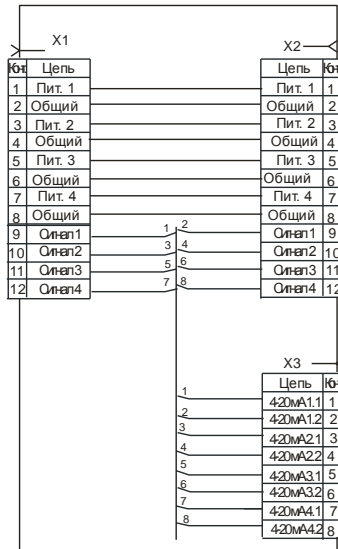

РИС. 1
1. Распределительная коробка РК-4 (далее РК-4) предназначена для вывода токового сигнала 4 – 20 мА. Одна РК-4 позволяет выводить токовые сигналы от одного до четырех измерительных каналов. Схема соединения РК-4 с БС, ИП и устройством для измерения токового сигнала приведена на рис. 1 настоящего ПРИЛОЖЕНИЯ.